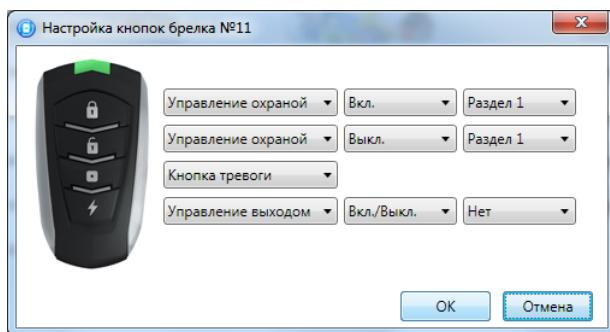

Рисунок 7.6 – Настройка кнопок брелока
4. Нажмите кнопку OK, чтобы сохранить назначенные функции (см. рисунок 7.6).